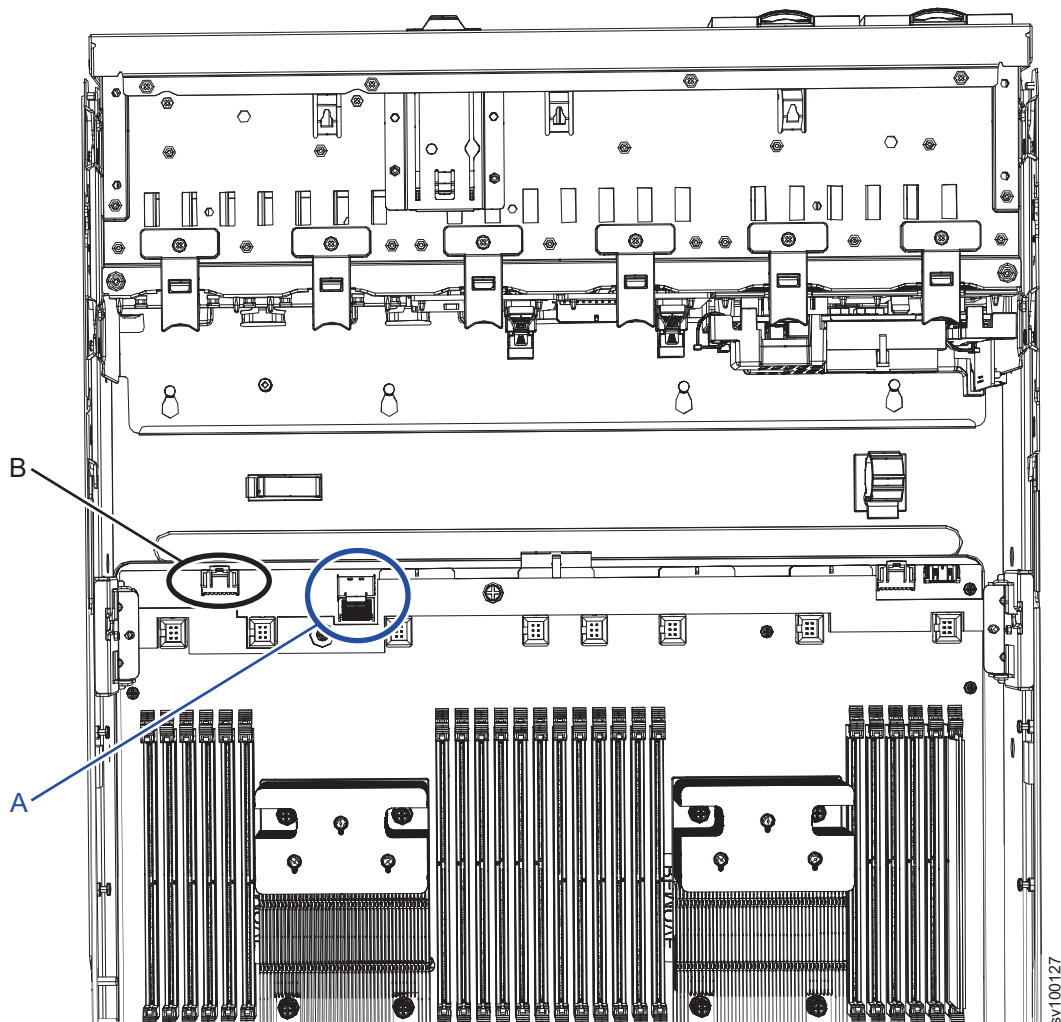

図 171. 2145-SV1 メイン・ボード上にあるオペレーター情報パネル・ケーブルのケーブル・コネクタ
3. 215 ページの図 171 に示すように、メイン・ボード上の適切なコネクタに各ケーブルを接続します。